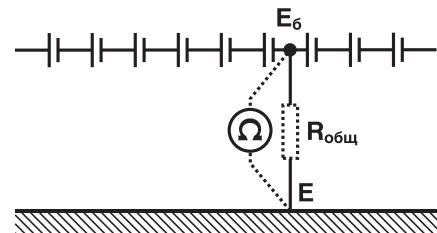

Рис. 9
3.3.1. Измерение с помощью омметра (рис. 9).